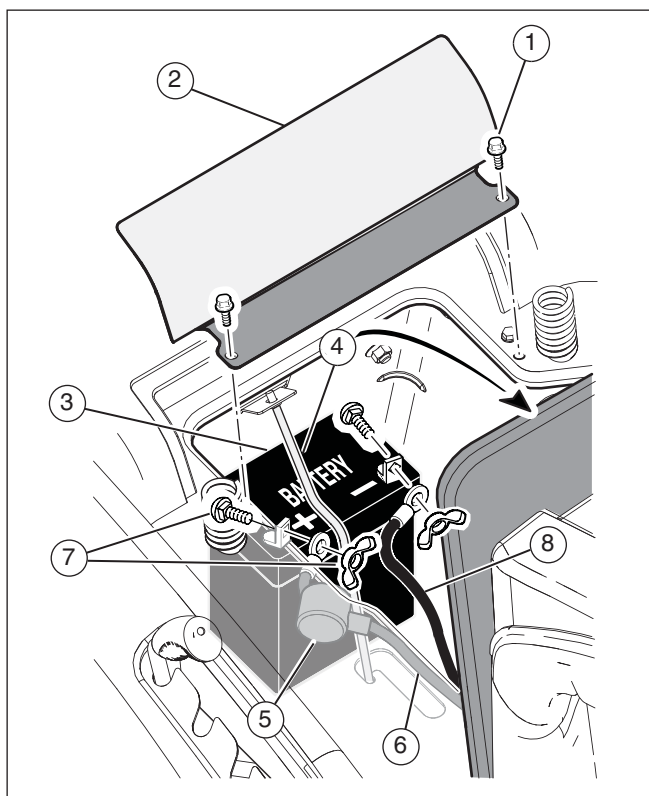

Figure 5
2. Retirer les deux vis (1) et le couvercle de la batterie (2) (voir la Figure 5).
3. Vérifier le côté de la batterie (3) pour l'emplacement de la date de la batterie.
1. Pour déconnecter le dispositif de retenue de la batterie (4), appuyer sur l'extrémité inférieure du dispositif de retenue de la batterie (voir la Figure 5).
2. Retirer la batterie (3) de l'ouverture entre le moteur et le support de siège.
1. Retirer les capuchons protecteurs des bornes de batterie (voir la Figure 5).
2. Faire glisser la gaine de borne (5) sur le câble rouge (6).
3. Connecter le câble rouge à la borne positive (+) avec les fixations (7).
4. Connecter le câble noir (8) à la borne négative (-) avec les fixations (7).
5. Installer le couvercle de batterie (2) avec les deux vis (1).